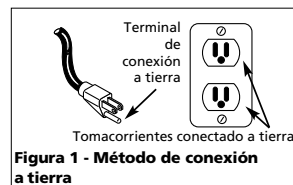

Figura 1 - Método de conexión a tierra
- Este producto está diseñado para circuitos nominales de 120 voltios y tiene un enchufe para conexión a tierra similar al de la Figura 1. Cerciórese de conectarlo a un tomacorrientes cuya configuración sea similar a la del enchufe. Este producto se debe conectar a tierra. En caso de que ocurra un cortocircuito,